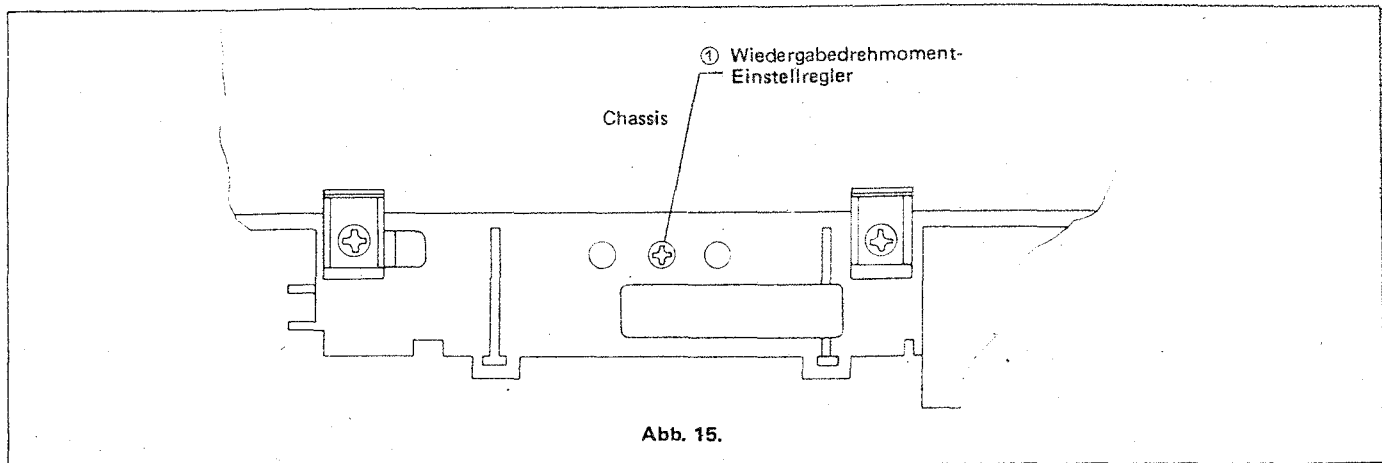

Abb. 15.
### • Abstimmung (siehe Abb. 15)
1. Wenn der Bandzug stark länger (weniger als 23 – 28 g) ist, den Federhaken in Richtung A (siehe Abb. 15) bewegen und den Bandzug erneut prüfen.
2. Wenn der Bandzug zu schwach ist (mehr als 23 – 28 g), den Federhaken in Richtung B (siehe Abb. 15) bewegen und den Bandzug erneut prüfen.